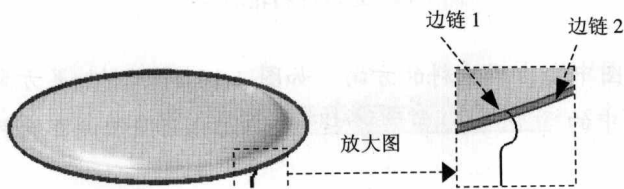
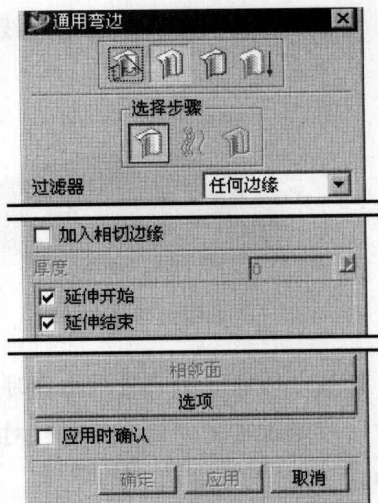

图 1.9 选取边链
图 1.8 “通用弯边”对话框
(1) 选择下拉菜单 **插入(S) → 钣金特征(H) → 通用弯边(G)** 命令，系统弹出图 1.8 所示的“通用弯边”对话框。
(2) 在“通用弯边”的对话框中单击“构造倒曲面”按钮 。
(3) 此时，在“通用弯边”对话框的 **选择步骤** 选项组中的“折弯边”按钮  已处于激活状态，选取图 1.9 所示的边链 1 为连续折弯边，单击中键确认。
(4) 此时，在“通用弯边”对话框的 **选择步骤** 选项组中的“脊线串”按钮  已处于激活状态，选取图 1.9 所示的边链 2 为连续折弯边，单击中键确认。